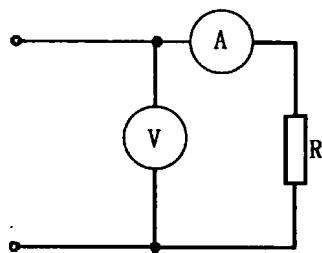

图 1-1
(1) 伏安法：将电压表接在电流表的前面，称为“伏安法”，见图 1-1。这种接法适用于测大电阻，因为它测出的电压为电流表内阻上的电压降和电阻 R 上的电压降之和，当被测电阻 R 大于电流表的内阻时，这种测量方法所产生的误差才较小。